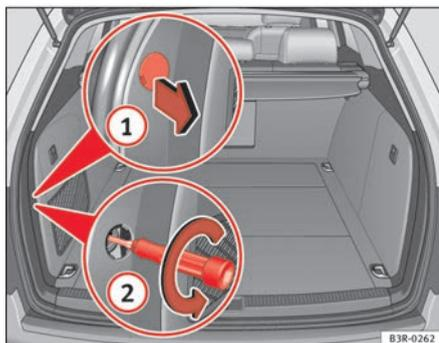
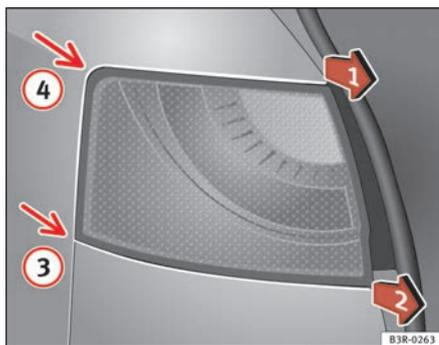

Fig. 219 Maletero: Posición del tornillo de fijación para la unidad de luz trasera
Fig. 220 Desmontar la unidad de luz trasera en la aleta
- Retire la cubierta haciendo palanca con un destornillador en el rebaje ⇒ fig. 219 (1) y retire la cubierta de la abertura junto con todos los estribos de sujeción.
- Desenroscar cuidadosamente con el destornillador el tornillo que hay detrás en sentido contrario a las agujas del reloj (flechas) (2).
- Tire de la unidad de luz trasera a uno y otro lado (en la dirección de las flechas) ⇒ fig. 220 posiciones (1) y (2) hasta que salga de su alojamiento (posiciones (3) y (4)).